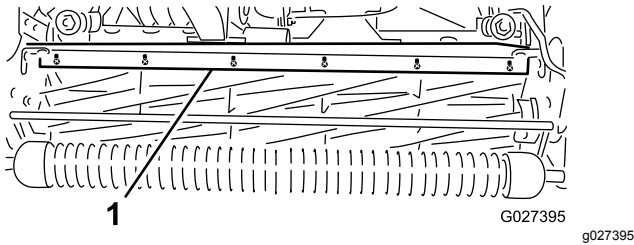

Bild 59
1. Lockern Sie die Schrauben, mit denen die obere Leiste an der Schneideinheit befestigt ist (Bild 59).